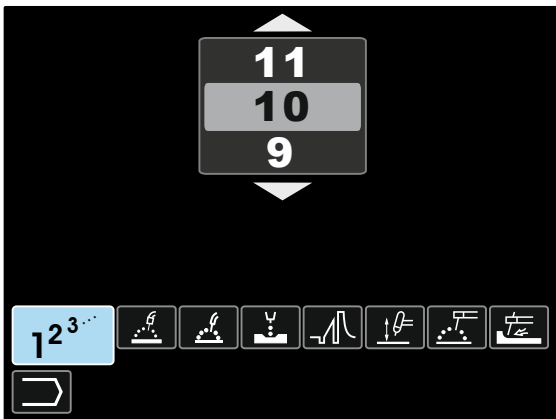

Bild 6
- Markera svetsprogramssymbolen med ratten [11] – bild 6.